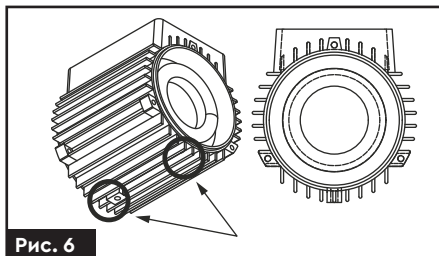

Рис. 6
2. При приєднанні до магістрального водопроводу діаметр труби в місці приєднання вхідного патрубку має бути не менший, ніж 1 1/4" (рис. 6).